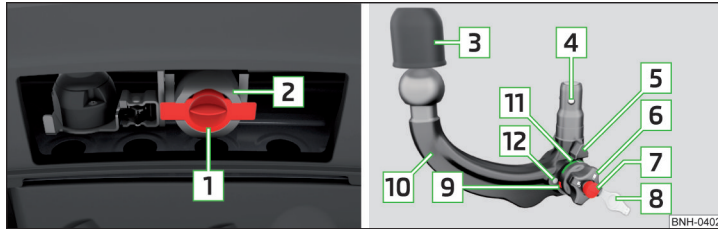

Abb. 217 Träger der Anhängervorrichtung / Kugelstange
**Träger der Anhängervorrichtung und Kugelstange** » Abb. 217